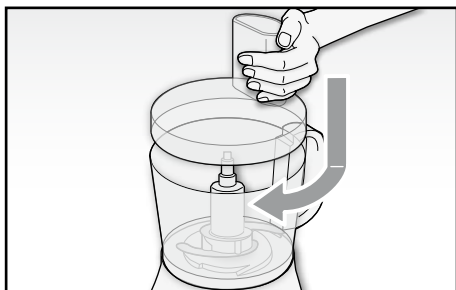

Fig. 7
- Inserire il coperchio (O) sopra la ciotola (P) allineando la tacca presente all'interno della ciotola (P) col simbolo (P). Bloccare il coperchio (O) a scatto ruotandolo in senso orario (O) (Fig. 7).